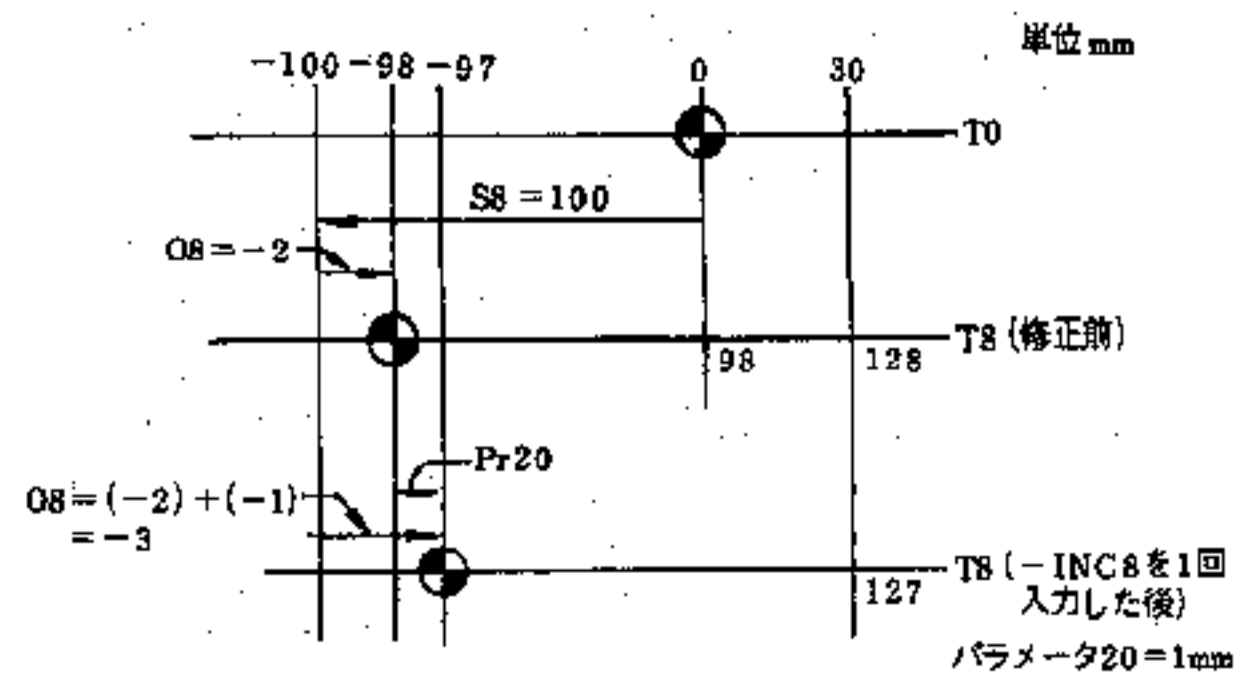

図 3.54
- (例) いま、 T_8 座標系のシフト量レジスタ S_8 の内容を、100 mm、オフセットレジスタ O_8 の内容を 2 mm としたときの座標系 T_0 と T_8 の関係は 図3.54 のようになります。
(例) 座標番号T8のT0からのシフト量(S8)が100.000でオフセット量(O8)が-0.020とすると、T8座標系でのG01X 200.000に図3-54の点に位置決めします。